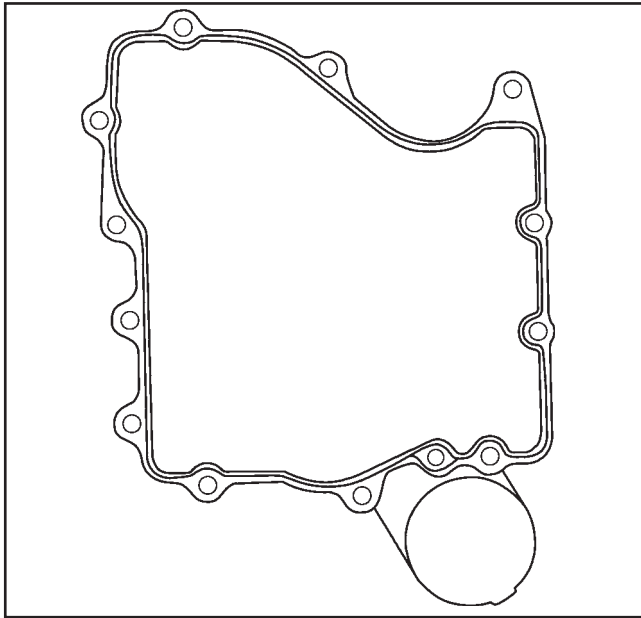

Abbildung 11-19. Dichtungsschema der Lagerplatte.
2. Tragen Sie eine 1/16"-Dichtungsmassenwulst auf die Lagerplatte auf, siehe Abbildung 11-19. Nicht mit dem Finger verteilen.